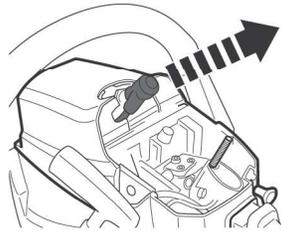

Fig. 58
- > Retire la tapa del filtro de aire (13) y el filtro de aire (14) tal como se indica. Desconecte el conector de la bujía (15) (Fig. 58).